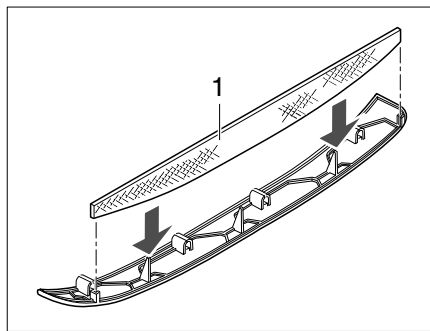
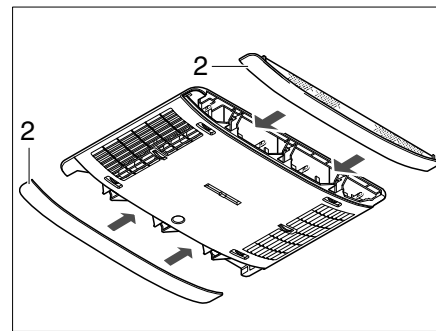

Bild 156 Flusenfilter Klimaanlage
Bild 157 Paneelen Klimaanlage
In den seitlichen Paneelen (Bild 157,2) befinden sich zwei Flusenfilter. Die Flusenfilter müssen in regelmäßigen Abständen, mindestens jedoch alle 6 Monate, gereinigt und bei Bedarf gewechselt werden.
- Paneele (Bild 157,2) vom Luftverteiler abziehen und Flusenfilter (Bild 156,1) reinigen oder bei Bedarf wechseln.